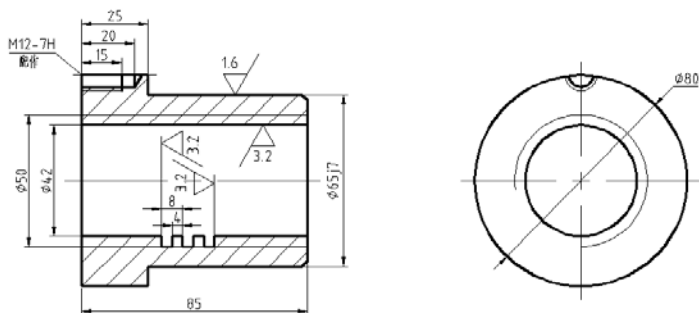

图 8-99 注写表面粗糙度
- 使用同样的方法, 在其他关键的位置处标注所需要的表面粗糙度。可以将表面粗糙度注写在相关的引出线上。标注结果如图 8-99 所示。